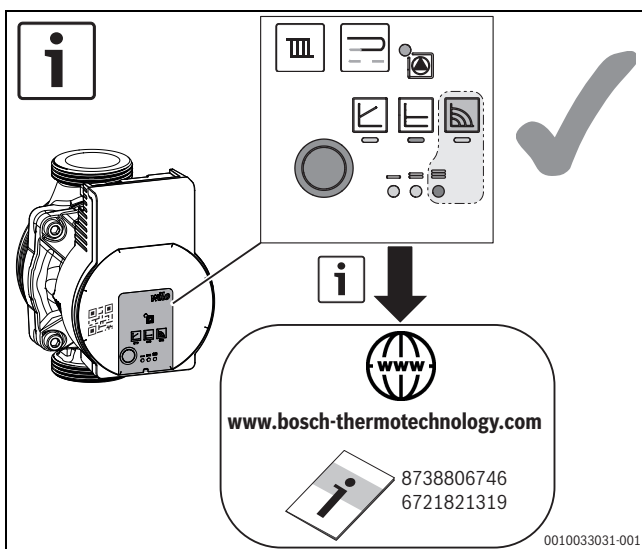

Bild 11 Einstellung der Pumpe (Beispiel)
- ▶ Pumpe auf Stufe 3 einstellen (→Bild 11).